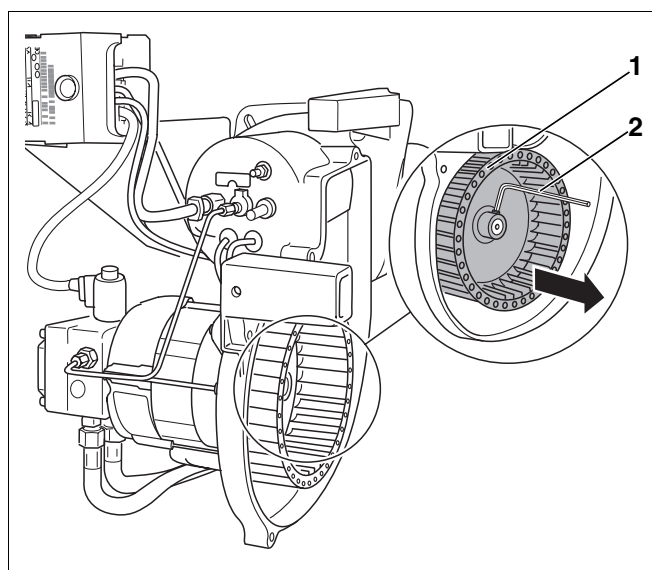

Рис. 23 Проверка крыльчатки вентилятора и ее чистка в случае необходимости
- Ослабить крыльчатку вентилятора (рис. 23, поз. 1) ключом с внутренним шестигранником (рис. 23, поз. 2) и снять с вала.
- Установить крыльчатку (рис. 23, поз. 1) на место.